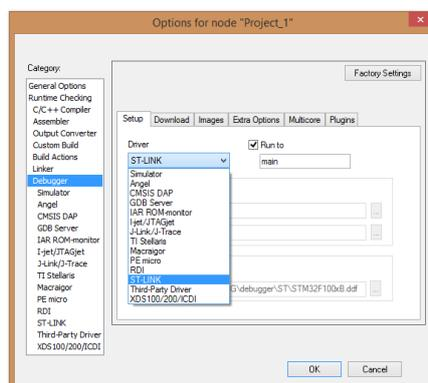

Рис. 3.9. Страница *Debugger*, вкладка *Setup*
8. Далее необходимо перейти на страницу *Debugger*. Во вкладке *Setup* расположено поле *Driver*, в котором следует выбрать *ST-LINK* (рис. 3.9).